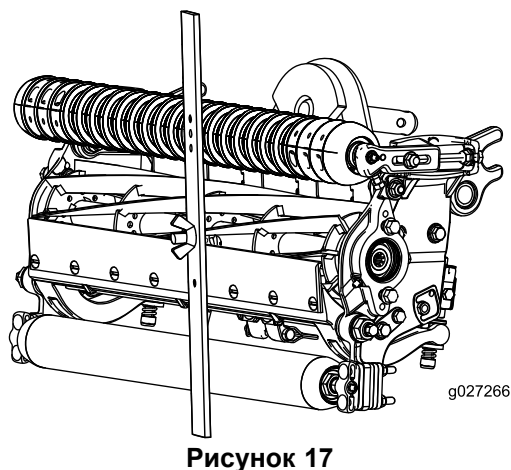

Рисунок 17
4. Зацепите головку винта за режущую кромку неподвижного ножа и расположите задний конец планки на заднем валике (Рисунок 17).
5. Поворачивайте регулировочный винт до тех пор, пока передний валик не коснется измерительной планки (Рисунок 17). Отрегулируйте оба конца валика так, чтобы валик был расположен параллельно неподвижному ножу.